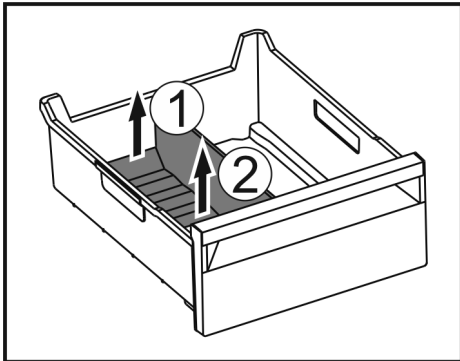

Fig. 138
- ▶ Ridicați partea posterioară a separatorului pentru compartimentul de gheață. Fig. 138 (1)
- ▶ Scoateți separatorul pentru compartimentul de gheață în sus. Fig. 138 (2)